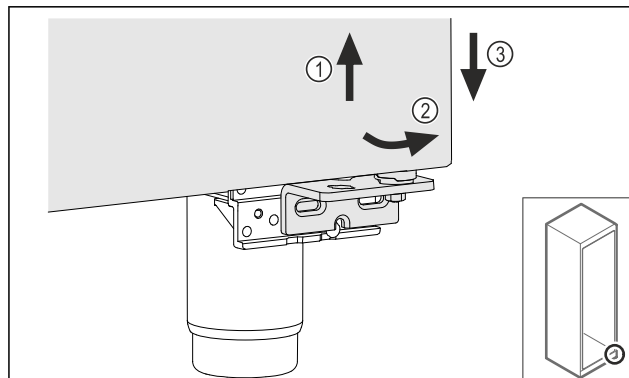

Fig. 16
- ▶ Lyft upp dörren något *Fig. 16 (1)*, luta den framåt nedtill *Fig. 16 (2)* och sänk ned den *Fig. 16 (3)*.